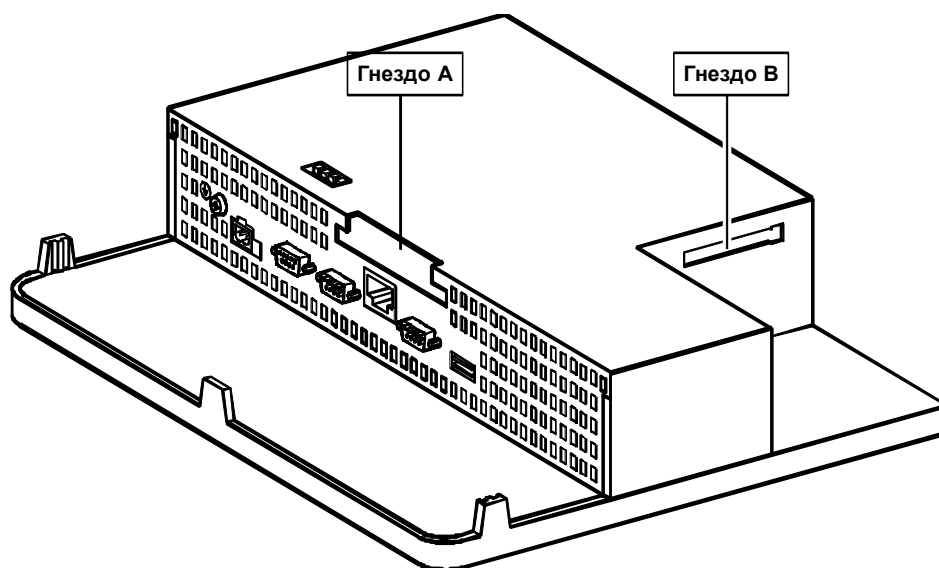

Рис. 11–1. Расположение гнезд (на примере MP 270B Key)
Сменные платы PC и компактной флэш-памяти (CF) могут вставляться в гнезда А и В (рис. 11–1), расположенные на задней стороне MP 270B. Эти платы не входят в объем поставки.